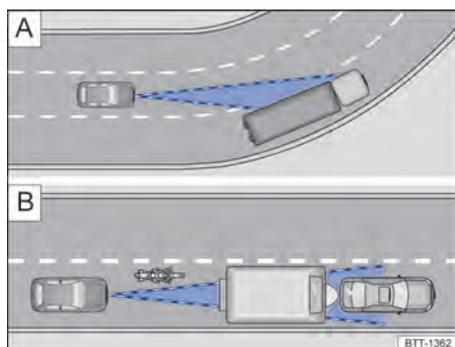

Fig. 118 A) Condução em curva. B) Veículos fora da área de alcance do sensor do radar.
O sensor do radar sempre realiza as medições em sentido reto. Por isso, veículos em curvas fechadas podem ser acidentalmente detectados ou veículos a frente podem não ser detectados → Fig. 118 A).
- Veículos que conduzem fora da área do sensor em pequena distância do próprio veículo, por exemplo, motocicletas → Fig. 118 B).